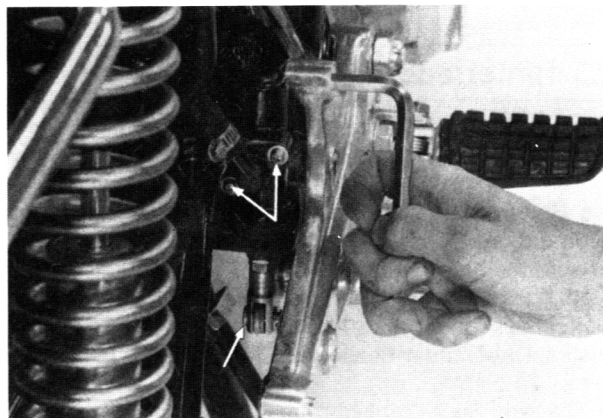

Bild 196
- Den Stift aus dem Bremsstangenauge ring herausnehmen und die zwei Innensechskantschrauben entfernen (Bild 196).